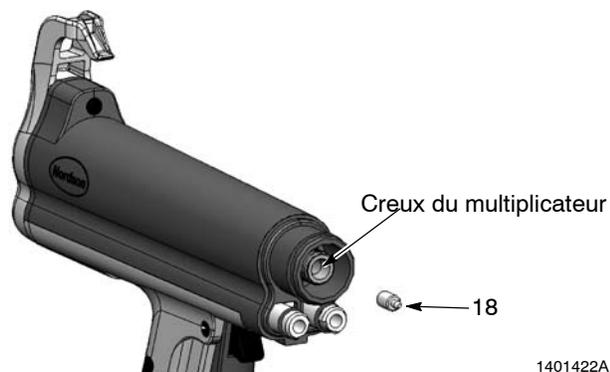

Fig. 5 Dépose de l'entretoise de contact
5. Voir la figure 5. Retirer l'entretoise de contact (18) du creux du multiplicateur. Essuyer la graisse diélectrique qui se trouve sur l'entretoise de contact.
1. Voir la figure 5. Insérer l'entretoise de contact dans le creux du multiplicateur. Remplir le creux du multiplicateur avec de la graisse diélectrique.